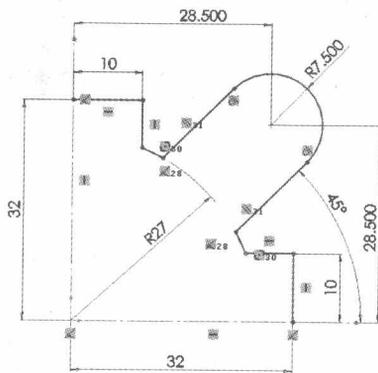

图 2-7 标注尺寸
Step7 标注尺寸。单击“尺寸/几何关系”工具栏中的“智能尺寸”按钮，标注尺寸，如图 2-7 所示。